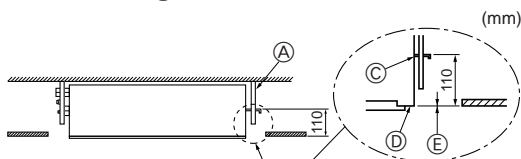

Fig. 2-9
5. Alle Muttern fest anziehen. (Fig. 2-9)